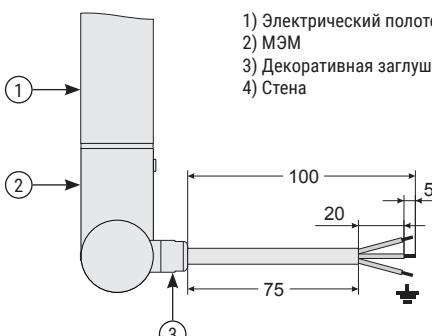
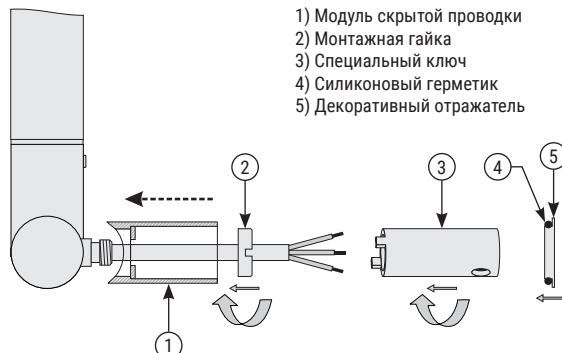

Рис.2
Рис.4
- Необходимо обрезать провод модуля (рис. 2).
- Подготовить концы проводов для последующего соединения и зачистить их (рис. 2).
1.6. Открутить с обратной стороны МЭМ декоративную заглушку (рис. 2) и установить корпус модуля скрытой проводки согласно схеме (рис. 4).
1.8. Установить декоративный отражатель на силиконовый герметик (рис. 4).